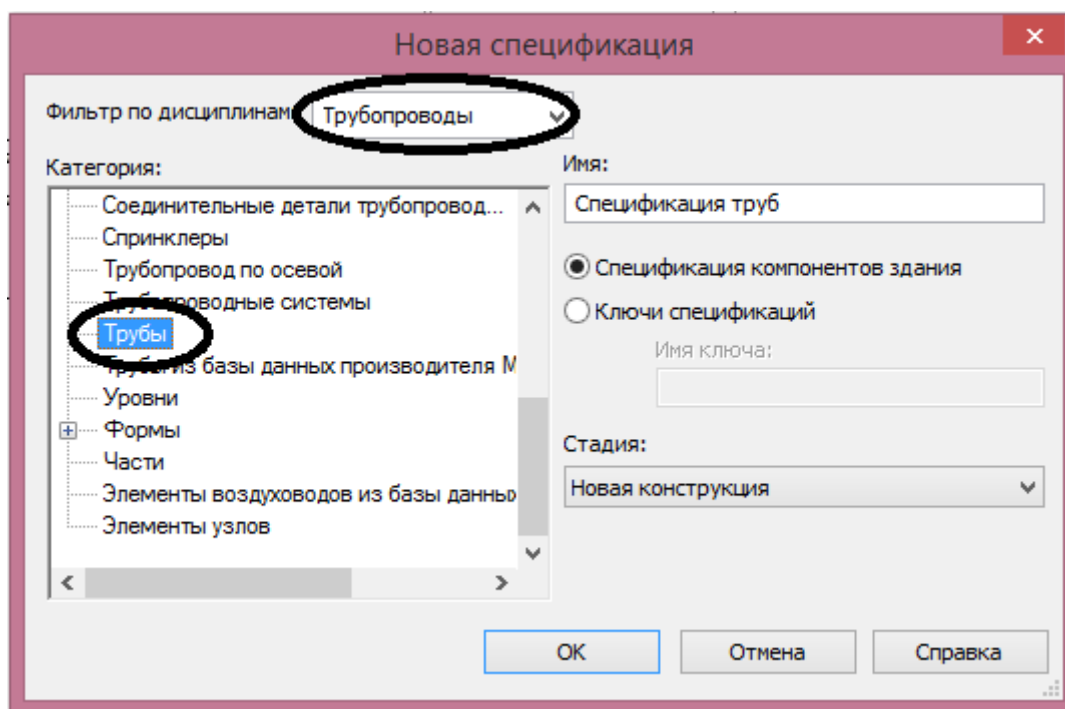

Рисунок 5.24. Диалог создания новой спецификации
3. В окне «Фильтр по дисциплинам» выбрать раздел «Трубопроводы» -> Категория «Трубы» (рис. 5.24).